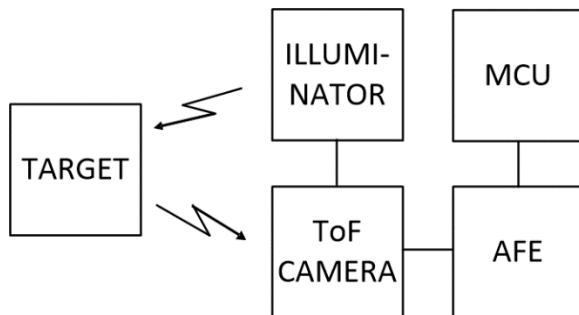

Figure 2. Application typique utilisant un système ToF
La Figure 2 illustre une technologie typique à base d'une caméra ToF pour identifier et balayer une scène 3D. La technique ToF consiste à envoyer un faisceau infrarouge sur une cible à analyser. Le signal réfléchi est traité par un frontal analogique (AFE) et les données brutes sont transmises au processeur d'application (AP) pour la reconnaissance gestuelle.